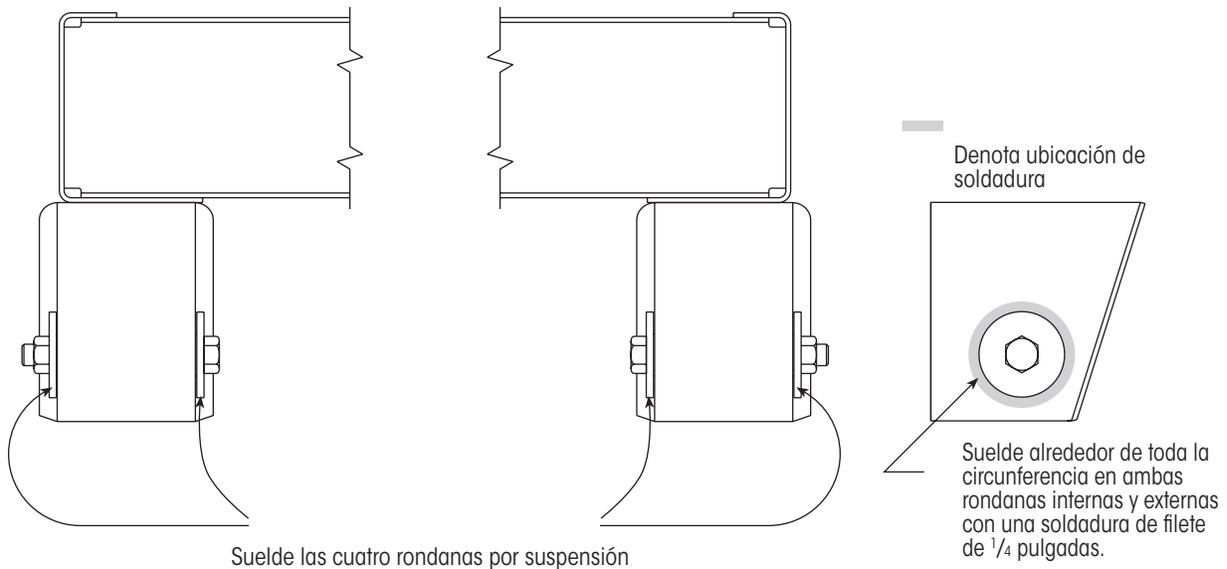

Figura 26: Ubicación de soldaduras en rondanas soldables
7. **Suelde** alrededor de las rondanas internas y externas en cada extremo del eje con una soldadura de filete de 1/4 pulg. (Figura 26).